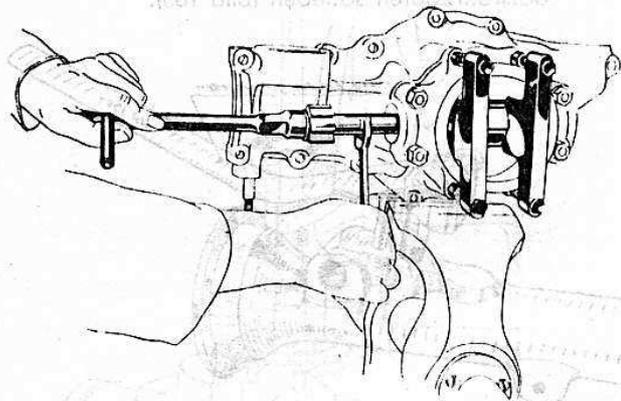

Bild 181
- g) Vordere Bohrung bei ausgebaute Hinterachse entsprechend Abs. f ausfräsen. Im Wagen hindert der vordere Gummipuffer beim Einführen des Fräasers von vorne. Daher Fräser abschrauben, Welle durchstecken, Fräser auffädeln und unter Gegenhalten festziehen (Bild 181). Dann vordere Bohrung durchfräsen.